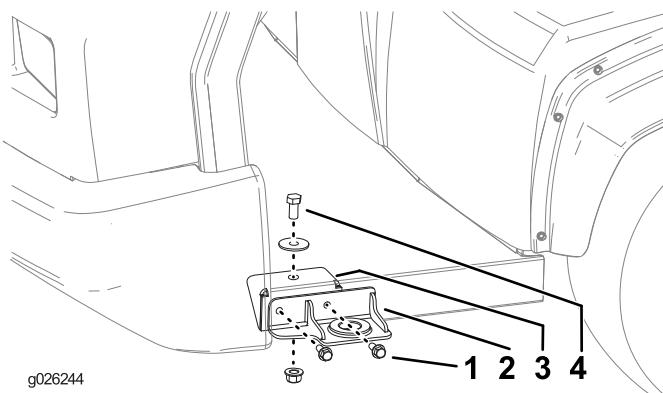

Рисунок 22
3. Установите передние (внутренний и наружный) кронштейны на каждой стороне машины, как показано на Рисунок 22, используя 2 болта (3/8 дюйма), 2 гайки (3/8 дюйма), 1 болт (1/2 дюйма), 1 шайбу и 1 гайку (1/2 дюйма).